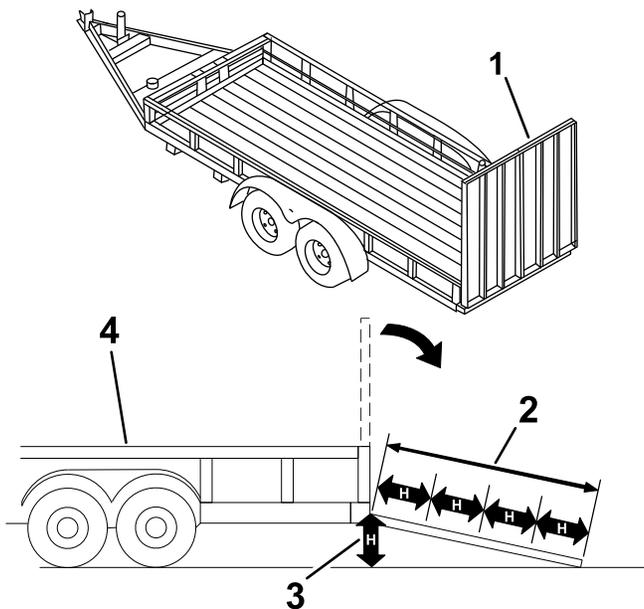

Figure 24
Le chargement d'une machine sur une remorque ou un camion augmente les risques de renversement et peut provoquer des blessures graves voire mortelles (Figure 24).
3. Abaissez la rampe (Figure 24).